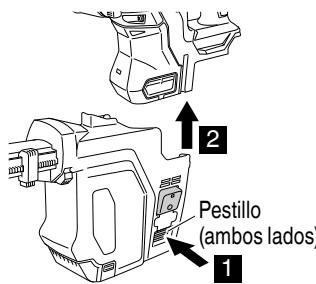

Fig. 4
### (2) Desmontaje del sistema extractor de polvo (Fig. 4)